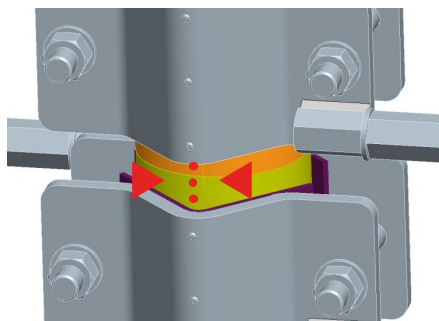

Figure 11.1
2. Rassemblez les deux pièces et vissez la tige supérieure avec la tige inférieure, en tournant lentement et en évitant de forcer. ATTENTION: une fois le piston fermé, le dévisser d'un demi-tour, puis le revisser rapidement pour une fermeture définitive. Vérifiez que les deux correspondances sont alignées (Fig. 11.1).